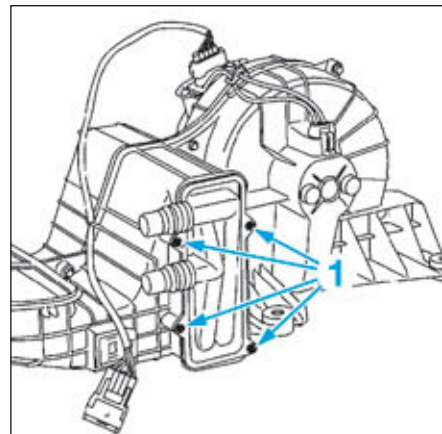

FIG.30
- Déposer les vis (1) du radiateur de chauffage (Fig.30).